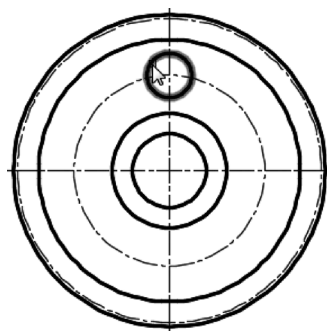
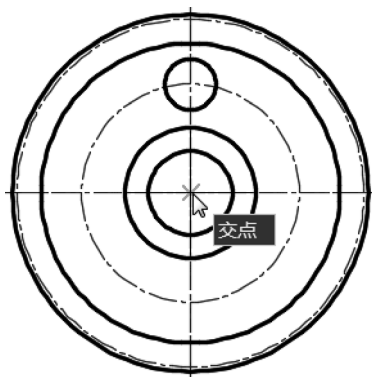

图 13-55 选择要阵列的图形
图 13-56 指定阵列的中心点
8) 阵列圆孔。在功能区“默认”选项卡的“修改”面板中单击“环形阵列”按钮，选择图 13-55 所示的圆孔作为要阵列的图形对象，按〈Enter〉键确认，选择图 13-56 所示的